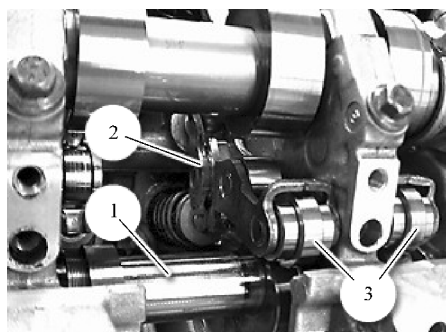

图 14-21 取下中间杠杆
12) 将图 14-21 所示的中间杠杆 3 向上取下并按顺序放置。
14) 装入中间杠杆 3, 并注意凸轮推杆 2 的正确安装位置, 如图 14-21 所示。